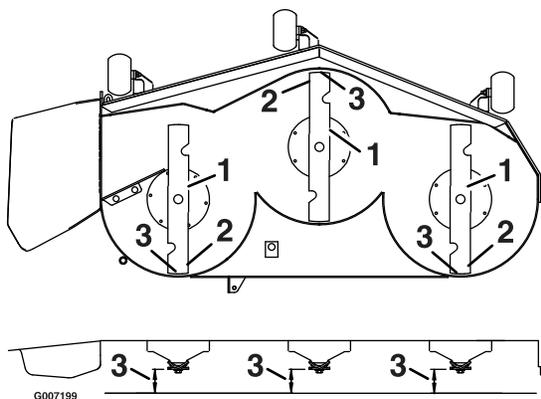

Figure 70
3. Faites pivoter les lames avec précaution pour faire passer les pointes avant à l'arrière (Figure 70).
- Mesurez la distance entre la pointe de la lame avant et la pointe de la lame arrière par rapport à la surface plane (Figure 70).